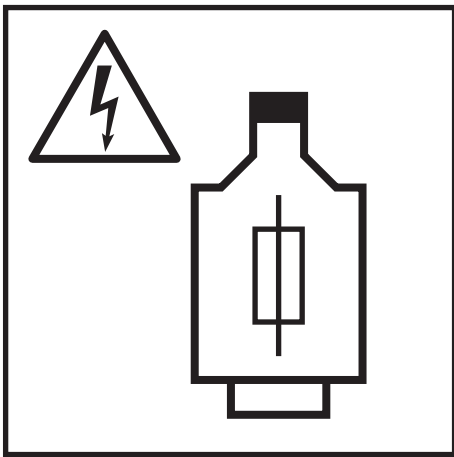

Fig.: 13
2. Sicherungen für jede einzelne Phase einplanen (Fig.: 13)